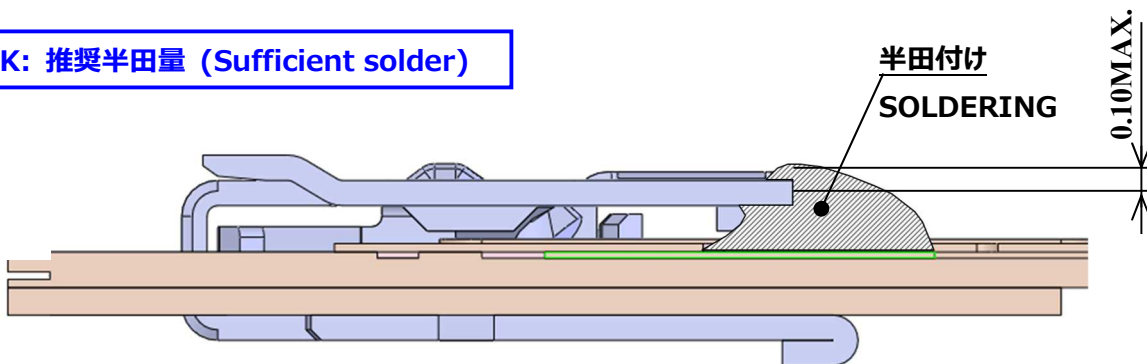

Fig 9. Sufficient solder <SECT X-X>
①SHELL と FPC を半田付けする(半田付け量は図 9 参照)。
Solder SHELL and FPC (Soldering amount is shown in Fig 9).